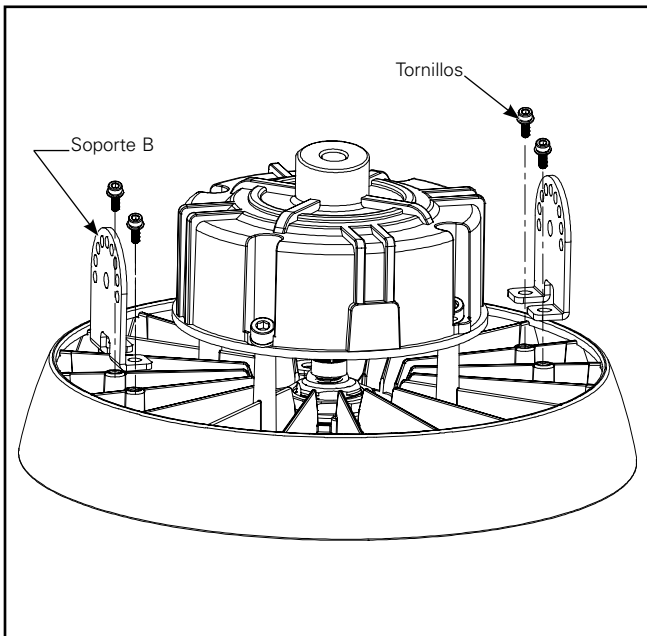

Figura 10.
1. Bloquee el soporte B de 2 piezas en la lámpara con tornillos. (Figura 10).